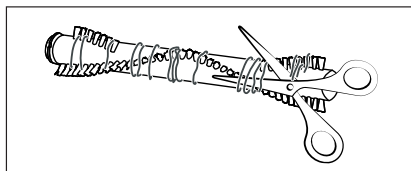

Fig. 31
- 4) Tăiați firele și părul de-a lungul perilor periei rotative 21 cu ajutorul unei foarfeci (a se vedea fig. 31). Îndepărtați firele și părul de pe peria rotativă 21.